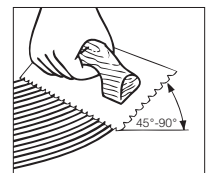

Figura 4
- Sostenga la llana a un ángulo mínimo de 45° (Figura 4) firmemente contra la base para obtener un índice de distribución de 40–60 pies cuadrados (4–5 metros cuadrados) por galón.